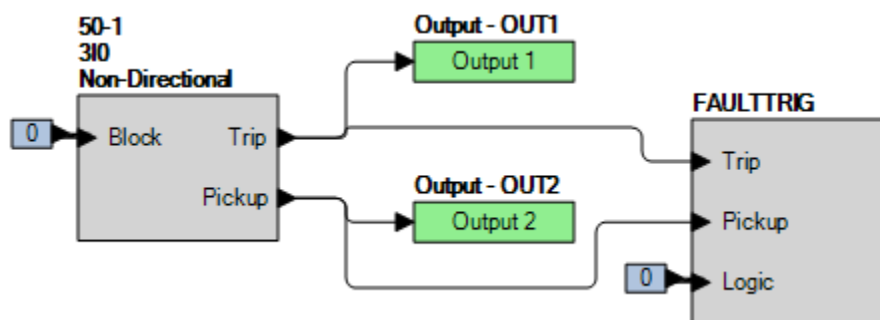

Figure 72-2. Paramètres BESTLogicPlus (mode 310)
Étape 2 : Utilisez *BESTCOMSPi* pour configurer la Logique programmable *BESTlogicPi* illustrée dans la Figure 72-2.
Étape 4 : Préparez la surveillance de l'exécution de la fonction 50-1. Cette exécution peut être vérifiée en surveillant la sortie OUT2 (voir Figure 72-2).